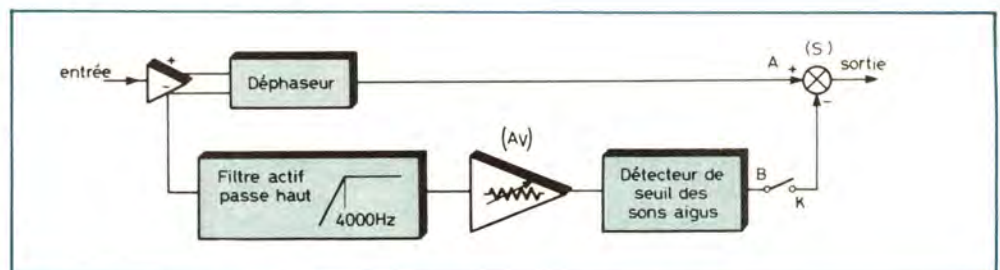

Fig. 7. – Le système « DNL » ; lui n'agira qu'à la lecture, il pourra en conséquence s'intercaler entre le magnétophone et l'amplificateur.
blement représentées dans le message sonore. En effet, comme le montre la **figure 7** donnant le synoptique du montage, lorsque l'interrupteur K est fermé, les tensions A et B sont en opposition de phase, ce qui a pour effet pratique de les annuler après le sommateur (S), mais ceci seulement pour les fréquences supérieures à 4 000 Hz, grâce au filtre passe-haut. On trouve ensuite un amplificateur à gain réglable (Av) puis un détecteur de seuil. Sur l'autre branche, nous trouvons simplement un déphaseur. Considérons bien le fonctionnement de ce montage :